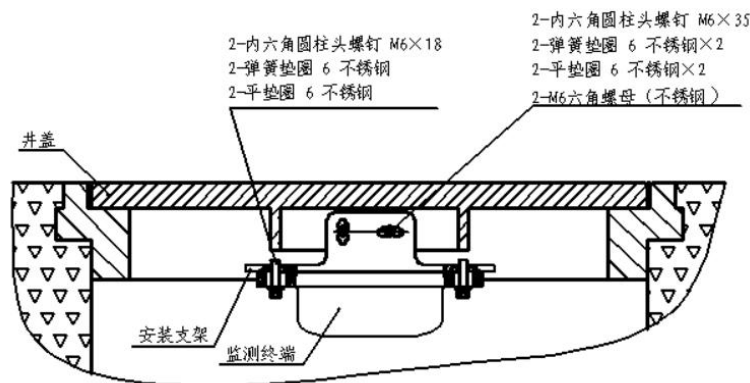

图 11 雨水球墨铸铁材料井盖安装示意图（安装附件 CS-iTWM-08-A01）
- 5) 将 2-M6*35 内六角螺栓按如图 11 所示顺序穿过弹垫、平垫、安装支架、井盖孔、平垫、弹垫相应孔，在各螺栓螺母预拧紧位置点上螺纹胶，用手预拧紧 2-M6 螺母，再用内六角扳手及套筒扳手拧紧相应的螺栓螺母，将安装支架与井盖固定；